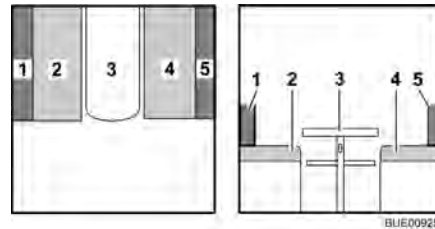

Fig. 83 Prima della trasformazione
- Trasformare il tavolo (Fig. 83,3) in struttura di supporto letto (vedi paragrafo 6.11).